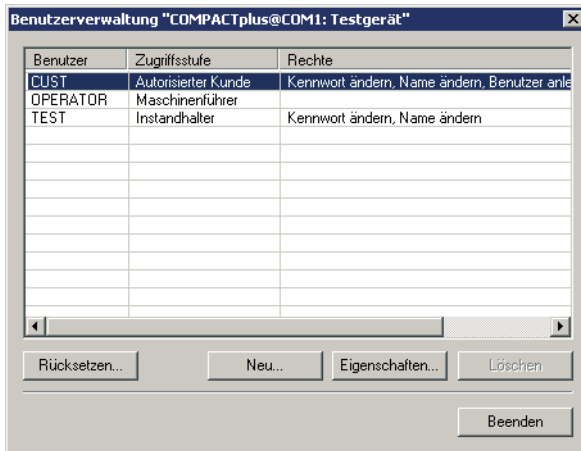

Bild 6.3-1: Fenster „Benutzerverwaltung“
- Wählen Sie den zu löschenden Benutzer in der Tabelle des Fensters „Benutzerverwaltung“ und klicken Sie [Löschen], siehe Abb. 6.3-1.